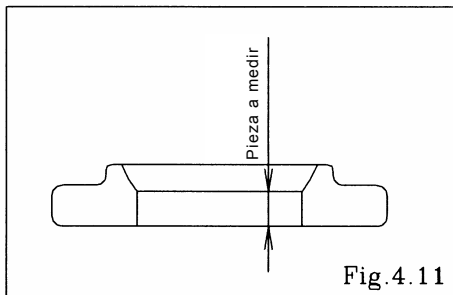

Fig.4.11
•Asiento de la válvula [Fig. 4.11]